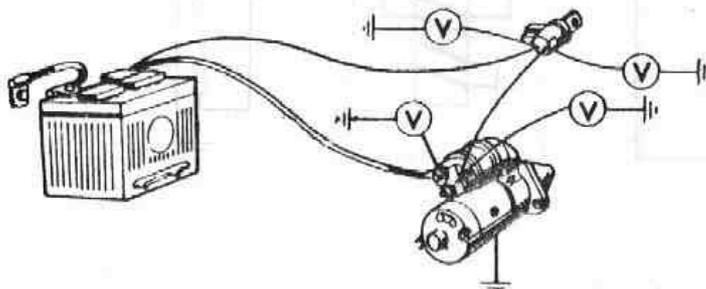

Fig. N-19
- Entre bornes del interruptor o pulsador de arranque y masa (Fig. N-19).
- Entre bornes de entrada del contactor y masa (Fig. N-19).